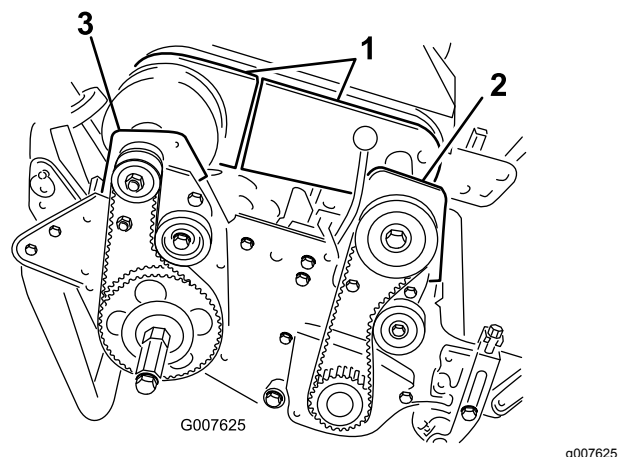

Figure 48
4. Retirez les boulons qui fixent des sections avant et arrière du couvercle du différentiel au boîtier du différentiel, et enlevez les sections pour exposer la courroie (Figure 48).
6. Retirez les 2 boulons et les 2 contre-écrous qui fixent le carter d'embrayage avant à la plaque latérale (Figure 48).
8. Retirez les 2 boulons et les 2 contre-écrous qui fixent le logement de roulement arrière droit à la plaque latérale (Figure 48).